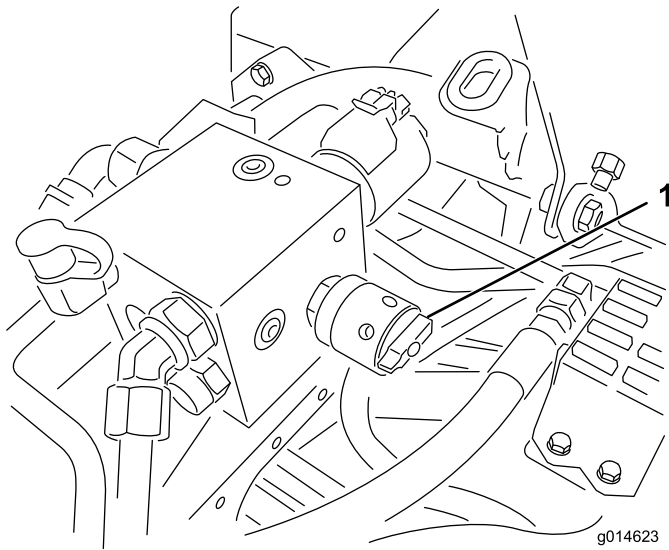

図 54
6. リール速度コントロールを 1 にセットする (図 54)。